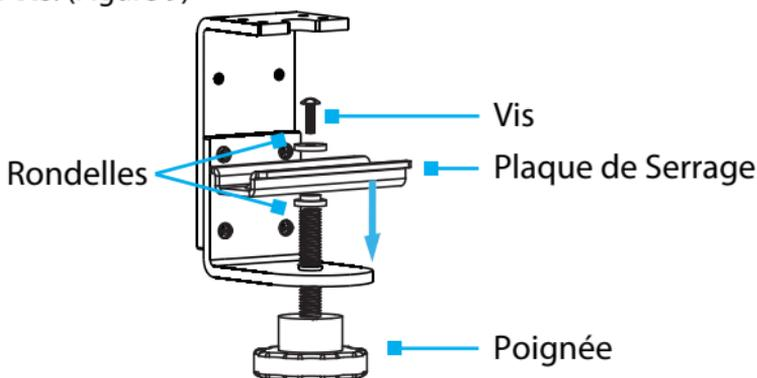

Figure 9
2. Installer la **Vis** à travers la **Rondelle**, la **Plaque de Serrage**, la **Rondelle** et sur la **Poignée**. Utilisez un **Tournevis à Tête Cruciforme** pour serrer la **Vis**. (Figure 9)